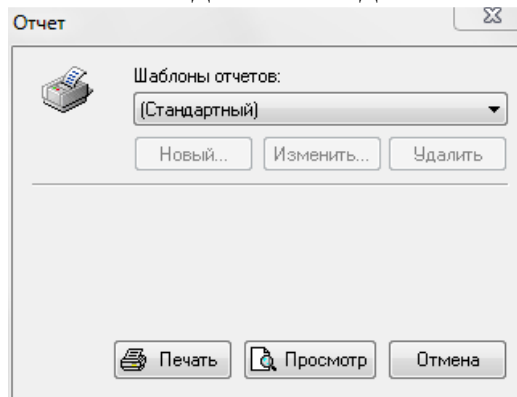

Рис.4.3
2. Нажмите кнопку  . Появится диалог создания отчета (рис.4.3).